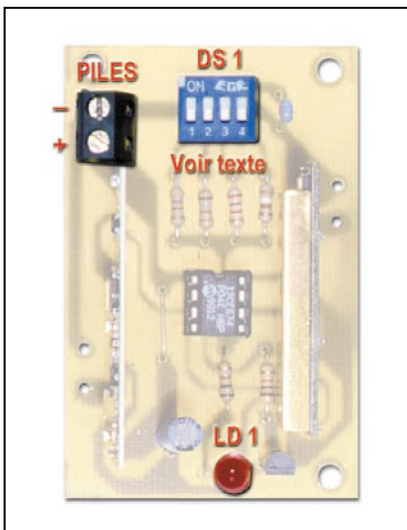

Figure 2 : Les principaux éléments nécessaires à la programmation.
La première opération à réaliser consiste à initialiser le microcontrôleur. Pour ce faire, et avant d'alimenter la centrale, il convient de fermer (ON) le micro-interrupteur numéro 1 (DIP1) du dip-switch DS1 (figure 2). A la mise sous tension, le programme, après avoir effectué l'assignation des entrées/sorties, teste le port GPO, vérifiant ainsi, si DIP1 est fermé ou non.
Cela peut être fait à tout moment, en fermant un des micro-interrupteurs de DS1 (figure 2), chacun ayant une signification particulière :